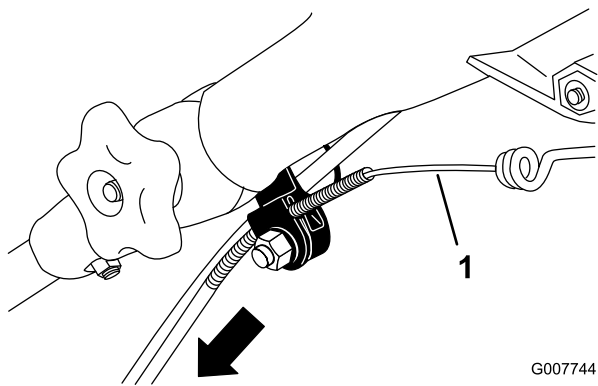

Figura 45
3. Tirate verso il basso la guaina del cavo fino ad eliminare l'imbandito del cavo esposto (Figura 45).